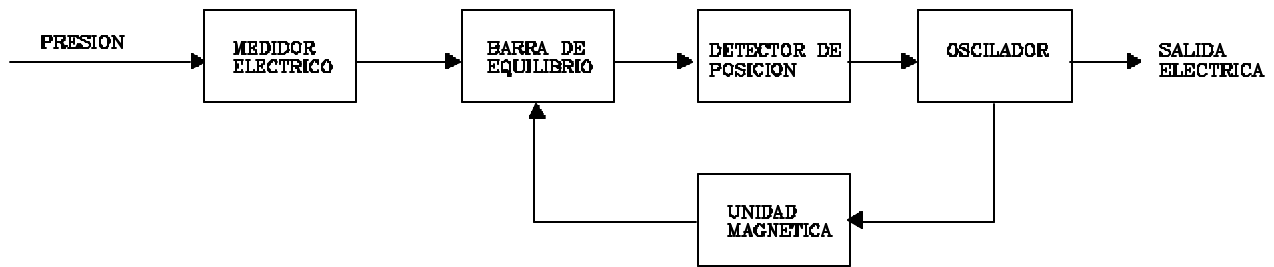

Figura 6.
**Transmisores Electrónicos de Equilibrio de Fuerza.** Este tipo de dispositivos utilizan un circuito realimentado, como el de la Figura 6 y básicamente consta de un elemento elástico para detectar la señal de presión, este está acoplado a una barra movable, el desplazamiento de la barra se detecta mediante un transductor de desplazamiento o de proximidad, la señal eléctrica alimenta a un oscilador del cual se obtiene por un lado la salida proporcional a la presión y por otro también se alimenta a una unidad magnética que reposiciona o equilibra la barra a su posición normal. Un circuito típico es el que se encuentra en la Figura 7.